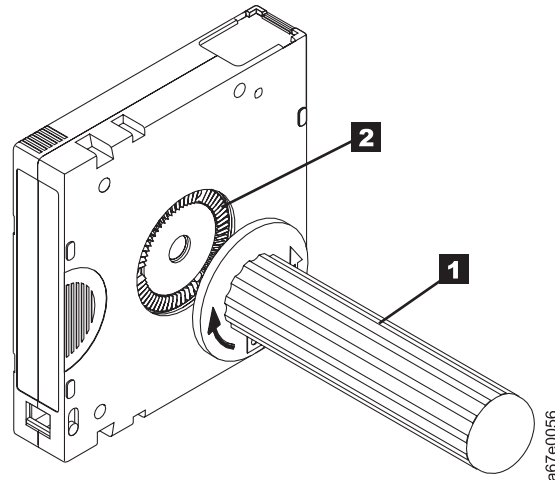

図 8-10. カートリッジの中へのテープの巻き戻し
5. テープを巻き戻すには、カートリッジ手動巻き戻しツール (図 8-10 の **1**) をカートリッジのハブ (図 8-10 の **2**) に挿入し、テープがピンと張るまで時計回りに回します。